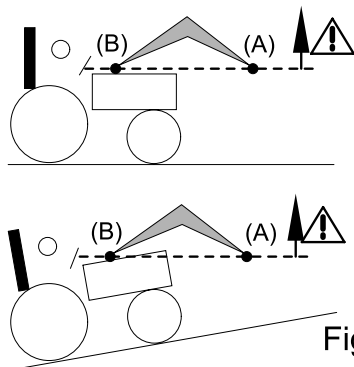

Fig. 2
- Beim Heben und Bewegen ab dem Zeitpunkt, an dem der Schwenkpunkt des Werkzeugs (A) die Horizontale des Schwenkpunkts des Frontladers (B) überschreitet, die Ladung niemals aus den Augen lassen [siehe Abb. 2]. Falls erforderlich, die Position des Werkzeugs korrigieren, sodass die Ladung niemals auf den Fahrer gerichtet ist [siehe Abb. 3].
GEFAHR: Wenn die Last nicht ordnungsgemäß gesichert ist, besteht für den Bediener die Gefahr, dass die Last herunterfällt, wenn der Drehpunkt des Werkzeugs (A) über den horizontalen Drehpunkt des Frontladers (B) hinausragt [siehe Abb. 2].
GEFAHR: Der Frontlader darf nicht angekippt werden, wenn der Drehpunkt des Werkzeugs (A) über den horizontalen Drehpunkt des Frontladers (B) hinausragt [siehe Abb. 2].